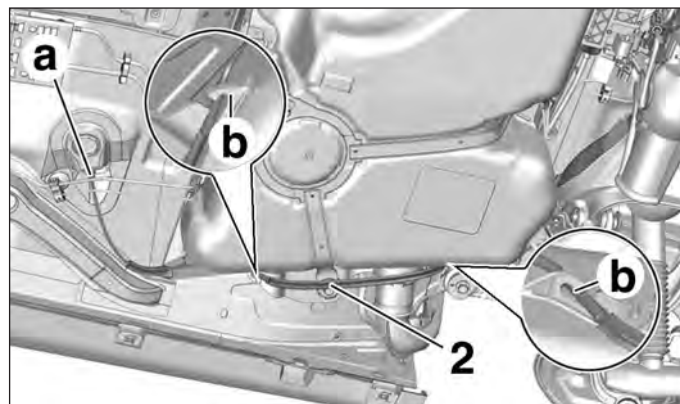

FIG.30
- Extraire le câble de déverrouillage manuel (2) du frein de stationnement en (a) et (b) (Fig.30).